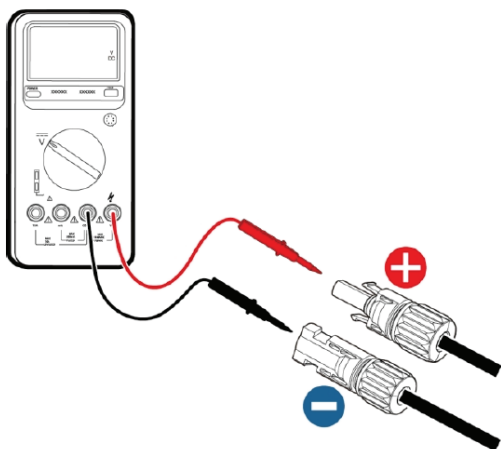

Figure 18: Mesure de la tension d'entrée CC
(3) Une fois le connecteur CC connecté, utilisez un multimètre pour mesurer la tension de la chaîne d'entrée CC, vérifiez la polarité du câble d'entrée CC et assurez-vous que la tension de chaque chaîne se situe dans la plage autorisée par l'onduleur, comme indiqué sur la Figure 18.